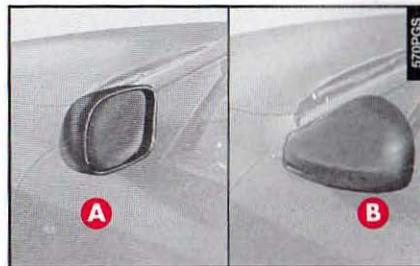

fig. 44
— En cas de besoin (par ex., quand l'encombrement du rétroviseur crée des difficultés dans un passage étroit), le rétroviseur peut être replié en le déplaçant de la position (A-fig. 44) à la position (B).